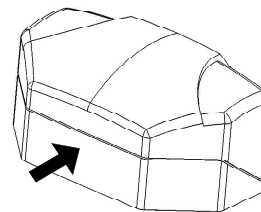

Рисунок 3
7.1. Снимите крышку извещателя, для чего нажав на заднюю стенку основания извещателя (рисунок 3), сдавите пальцами второй руки края крышки, в местах указанных на рисунке 4, снимите крышку.